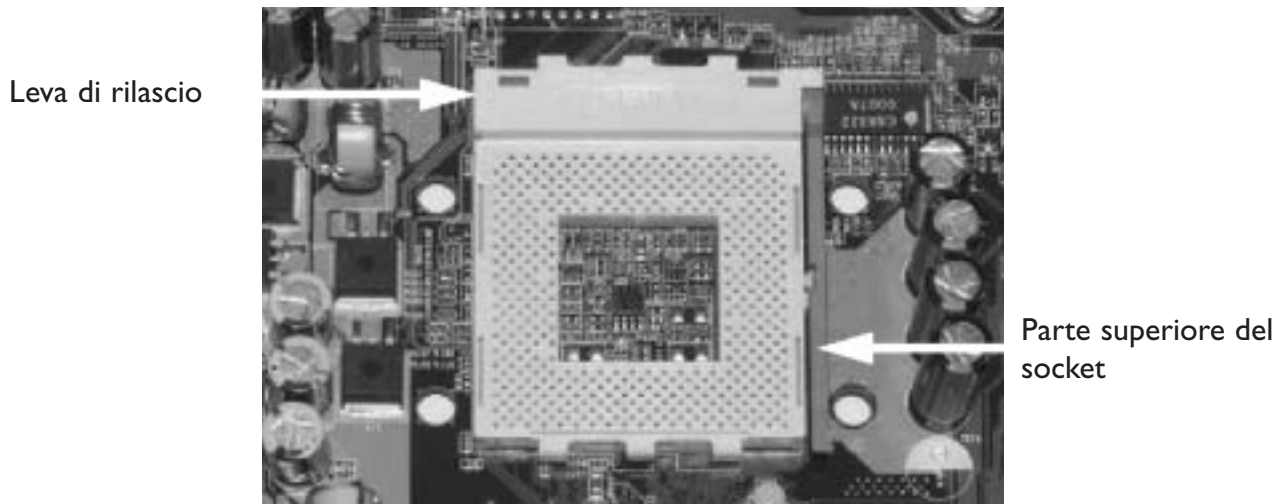

Figura 1. Socket del processore con la leva abbassata.
1. La Figura 1 mostra il socket del processore su una scheda madre. Da notare che la leva di rilascio laterale del socket è in posizione abbassata. Questa posizione è usata per mantenere fermo il processore. Prima di installare il processore, occorre sollevare questa leva spingendola lateralmente per liberarla e, quindi, sollevandola completamente (di circa 90°).